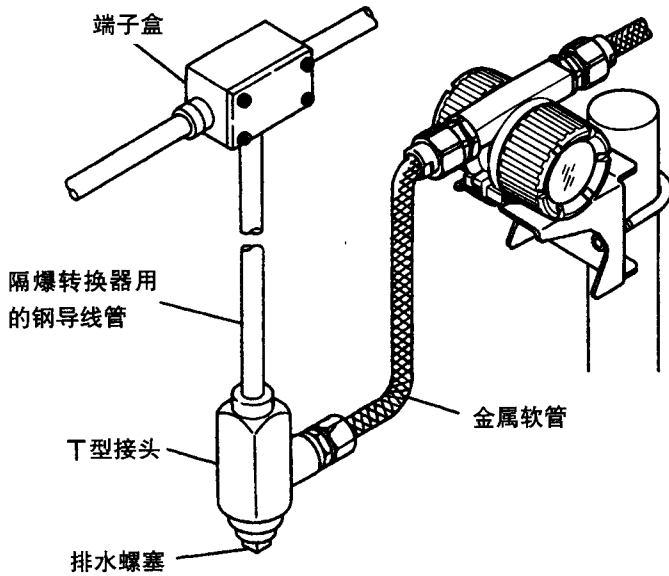

图 4.9
- (1) 布线位置应尽可能远离电噪声源（如大功率变压器，电动机和电源）。
- (2) 建议在粗的电线末端采用不用焊锡的夹紧式接线片。
- (3) 一般用途时，为了防水和防机械损伤，最好用钢导管或金属软管布线。见图 4.9。